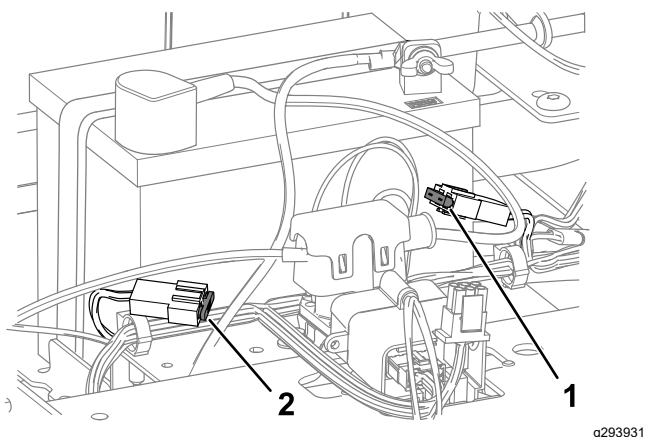

Figura 51
4. Per sostituire un fusibile, tiratelo ed estraetelo dall'attacco (Figura 51).